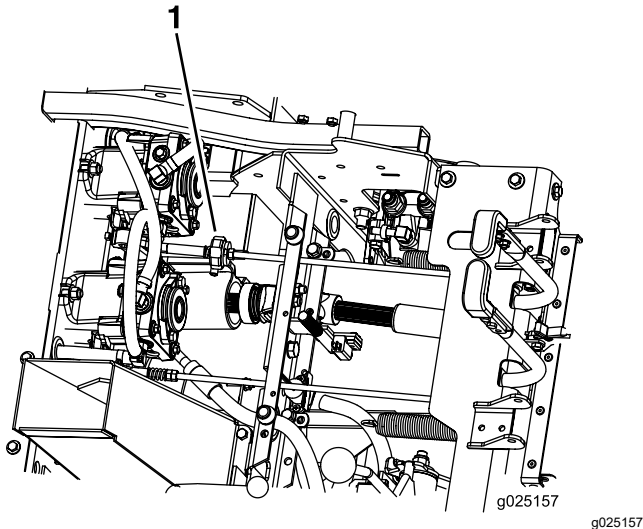

Figura 52
7. Verificați și asigurați-vă că mâna nu se deplasează ușor în poziția neutră cu frâna de parcare decuplată (Figura 52).